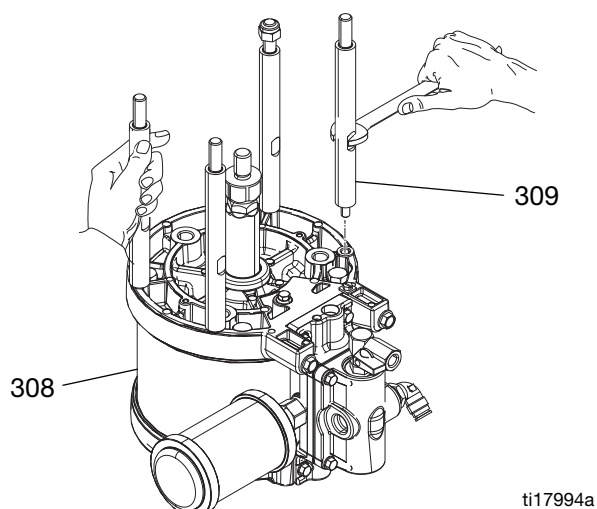

FIG. 3
2. Installare i tiranti (309) nella parte inferiore del motore pneumatico (308). Vedere FIG. 3.